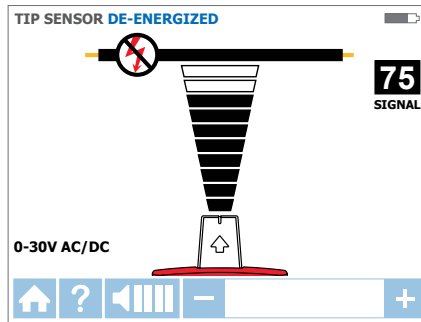

Abbildung 3.3c
2. Wählen Sie den spannungslosen SPITZENSSENSOR-Modus. Dazu wählen Sie diese Betriebsart mit den Richtungstasten aus, anschließend drücken Sie die gelbe ENTER-Taste. Ein Bildschirm wie in Abbildung 3.3c erscheint.